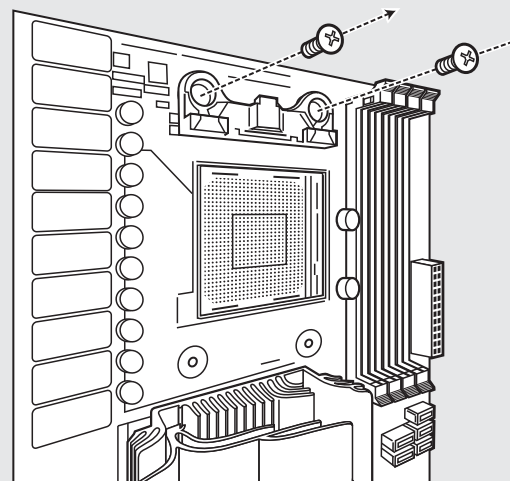

figure 1
- Удалите стандартный монтажный кронштейн AMD для верхнего крепления. (Рис. 1)
- 拆下图示的备用AMD顶部安装支架。(图1)